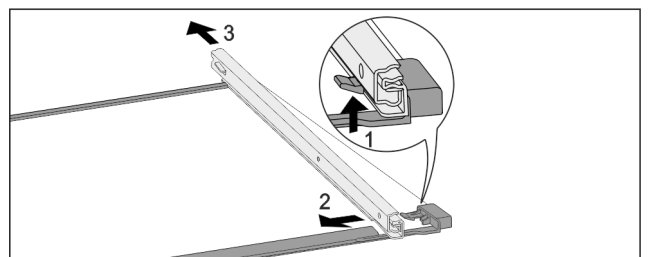

Fig. 142 Üveglap sínekkel
- ▶ Nyomja felfelé az elülső akasztókampót. Fig. 142 (1)
- ▶ Tolja ki oldalra Fig. 142 (2) és hátra Fig. 142 (3) a kihúzó-sínt.